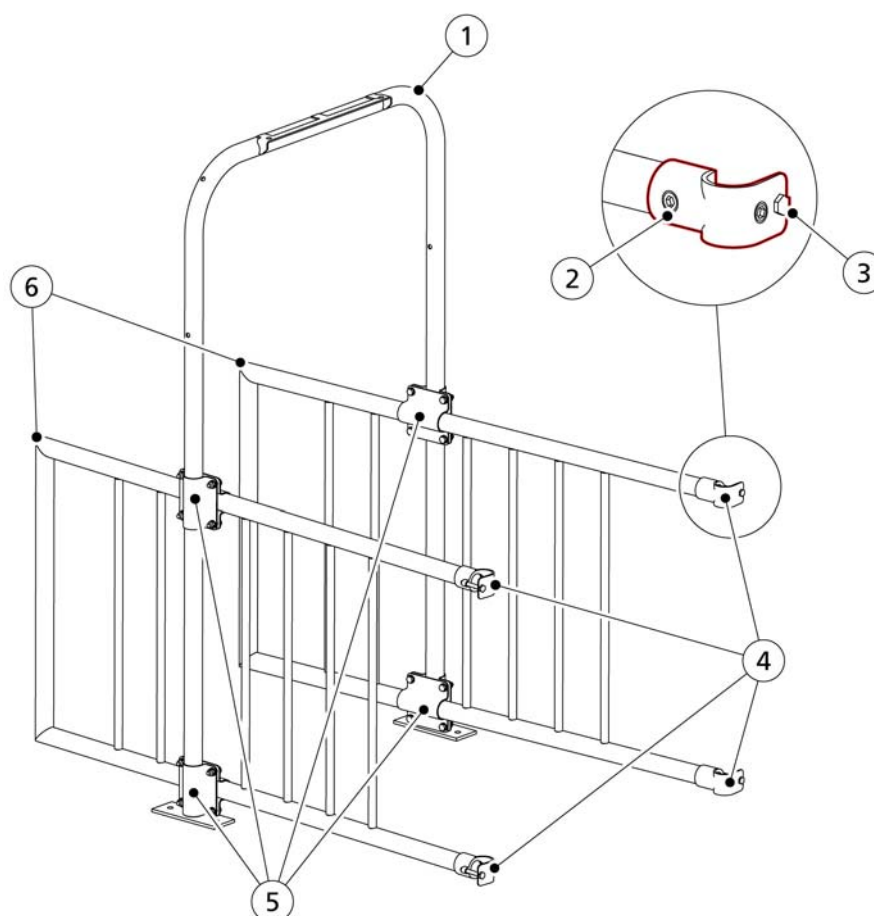

Figure 16. Väravate ja piirete paigaldamine
2. Paigaldage mõlemad külgpiirded (6) koos nelja kandurikomplektiga (5) lõdvalt eesmise värava külge, kasutades polte, seibe ja mutreid.
3. Paigaldage neli T-klambrit (4) lõdvalt külgpiirete külge, kasutades 8 mm pesapeavõtit (2).
4. Eemaldage T-klambrite küljest neli kruvi (3, fig. 16, page 5-6).
5. Kergitage mõlemat külgpiiret ja asetage eesmises väravas olevatesse avadesse kruvikeerajad või tihvtid (5), et fikseerida külgpiirete asend.
6. Asetage tagumine värav (1) põrandale ja hoidke seda kinni.